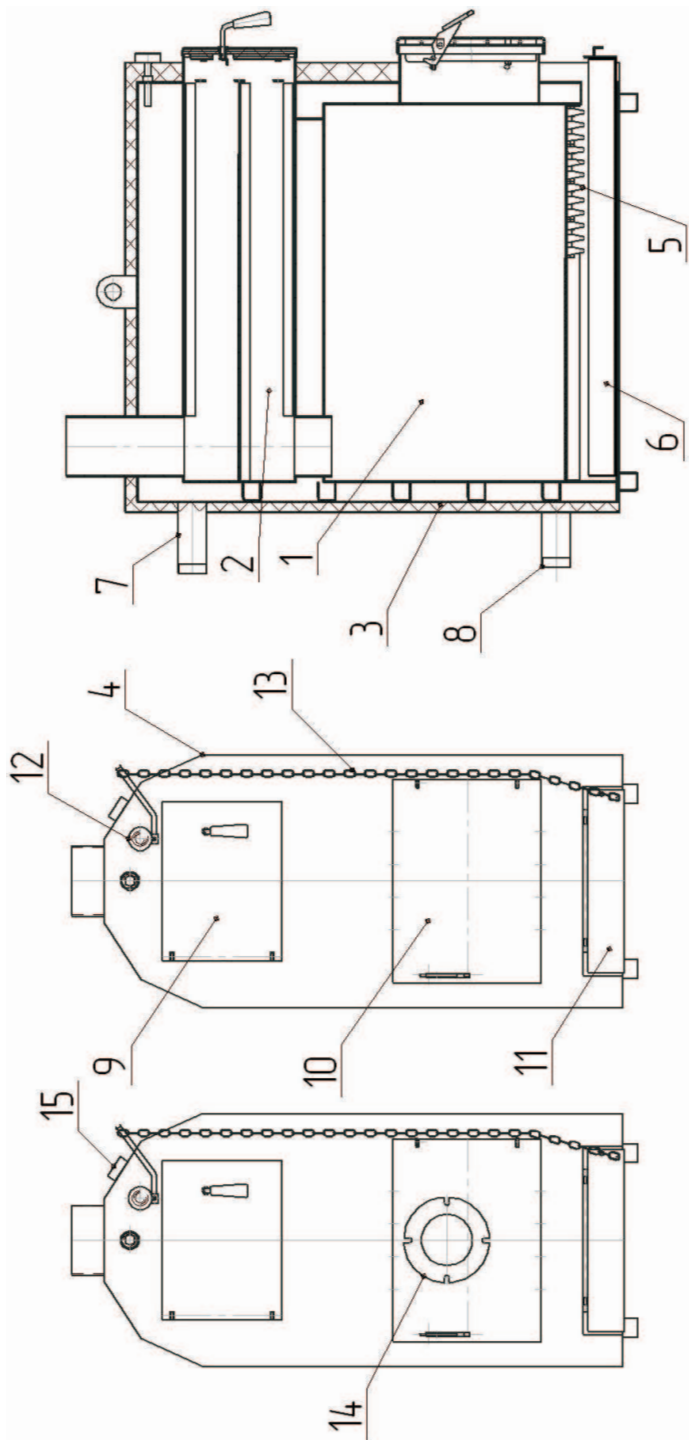

Рис.2 Устройство котла
2.2. Котел КС-ТГЖ-25А предназначен для длительного и эффективного сжигания сортированного антрацита, дров. Также возможна работа на природном газе и дизельном топливе. При установке дутьевой горелки комплектуется термостатом управления и защиты, который устанавливается в канал (поз.15 рис.2). Возможно сжигание неспекающихся видов каменного и бурого углей.
- 2) нижняя 10 - для загрузки топлива и извлечения золы, а также для обслуживания колосниковой решетки и зольника 6. В верхней части котла установлен регулятор тяги 12 который соединяется с дверкой зольника 11 при помощи цепи 13. Предусмотрен вариант исполнения дверки для крепления жидкотопливной горелки рис.2.